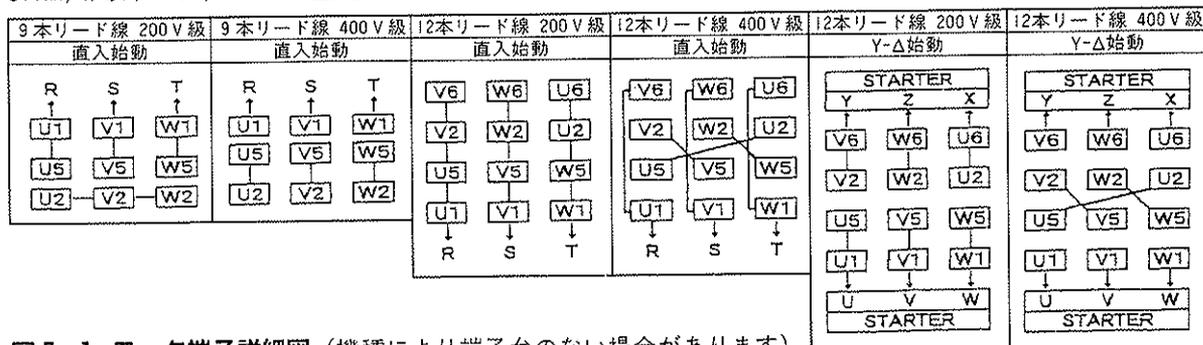

図5-1 モータ端子詳細図 (機種により端子台のない場合があります)
キャプタイヤケーブル付のモータ図5-1の①はケーブル引出口のそば(Eマーク)に、端子箱付モータ図5-1の②は端子箱内に接地(アース)端子がありますので必ず接地してください。